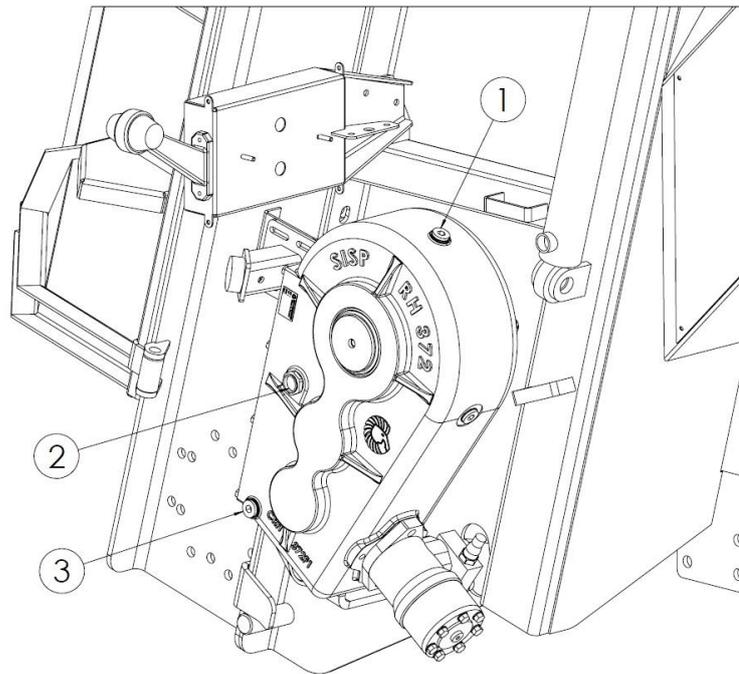

Рисунок 21. Точки контроля уровня масла редуктора напольного конвейера.
Для слива масла из редуктора (рис. 21, 22) необходимо открутить сливные пробки (3). Через заливное отверстие (1) заливайте новое масло в редуктор до тех пор, пока оно не появится в контрольном глазке (2). Правильный уровень масла достигается тогда, когда масло видно посередине контрольного глазка.